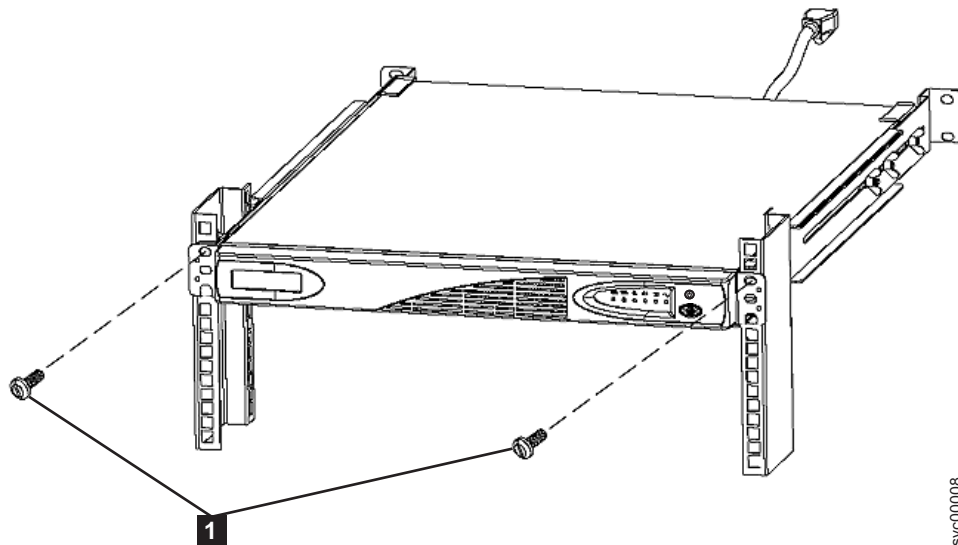

図 323. 2145 UPS-1U からの前部ねじの取り外し
1. 2145 UPS-1U の各側面から M6 × 10 ねじ 2 個を緩めて取り外します。図 323 の **1** を参照してください。